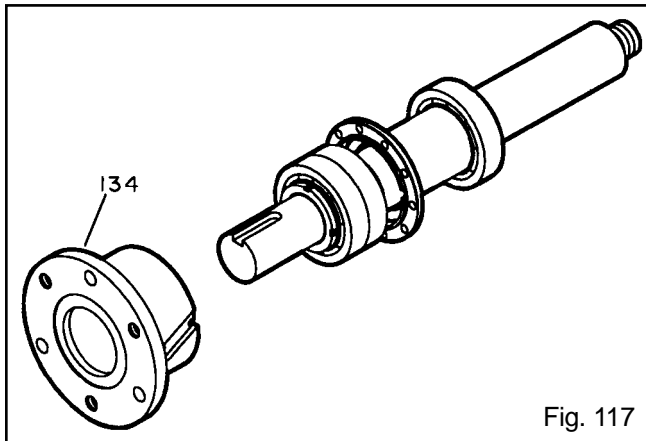

Fig. 117
10. Instale la caja del cojinete (134) sobre el conjunto del eje/cojinete (Fig. 117).